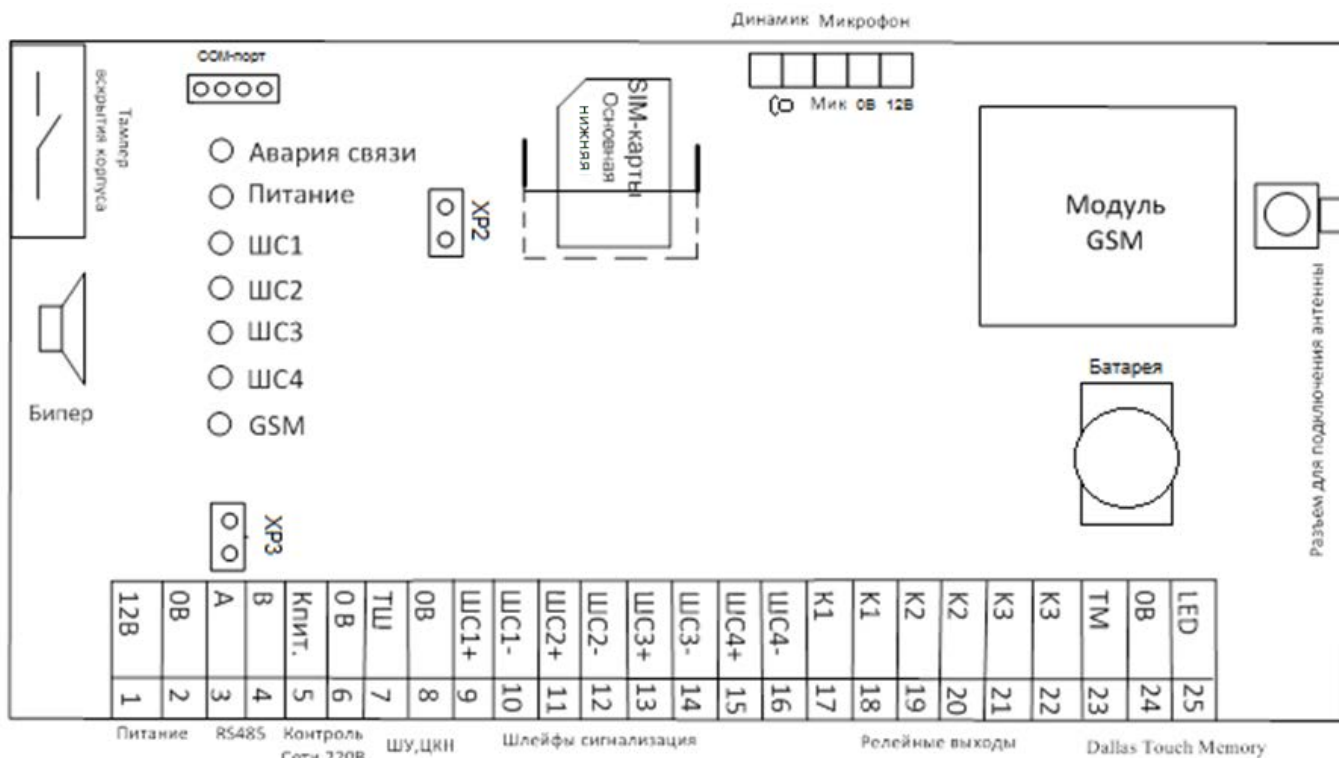

Рисунок 1. Блок схема «УО-4С»
- для использования устройства в режиме «Мастер» следует снять перемычку XP2 (см. рисунок 1). В остальных случаях должна быть установлена;